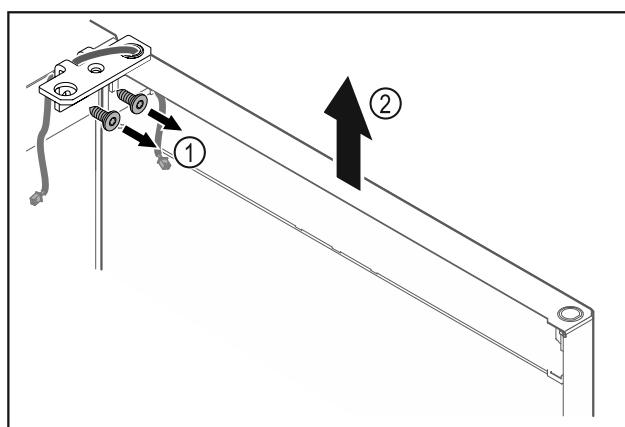

Fig. 16
- Odskrutkujte uholník závesu Fig. 16 (1).
- Zdvíhnite dvere vrátane uholníka závesu Fig. 16 (2) cca 200 mm nahor a odoberte ich.